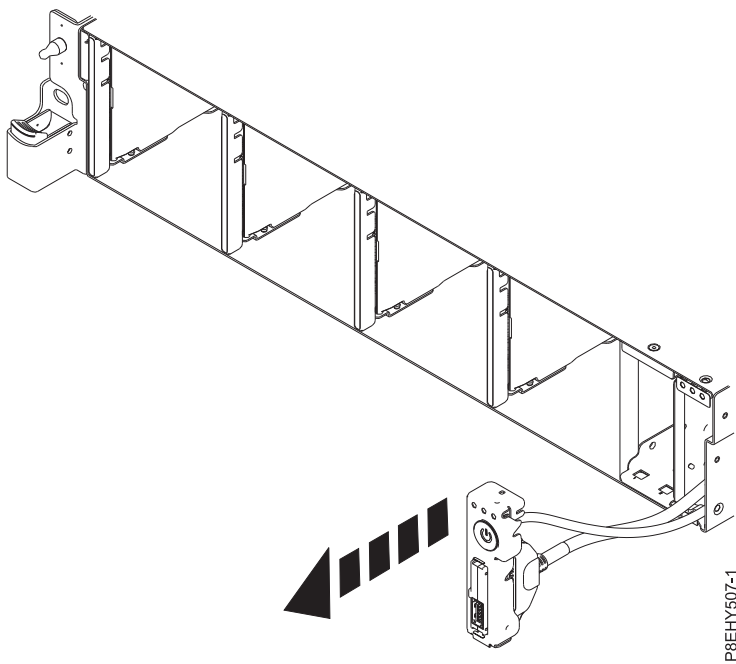

Figure 106. Retrait de l'interrupteur d'alimentation du système
9. Retirez l'interrupteur d'alimentation du système. Voir figure 106.